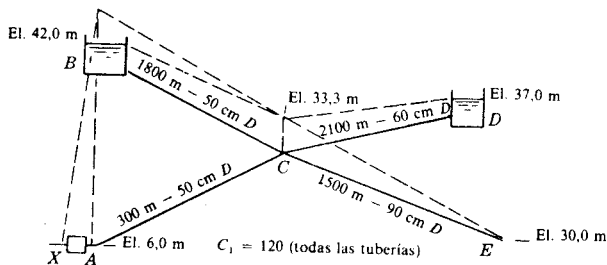

Fig. 8-19
40. En el sistema mostrado en la Fig. 8-19, a través de la tubería de 90 cm, circulan 900 l/seg. Determinar la potencia en CV de la bomba XA (rendimiento igual al 78,5 %) que da lugar a los caudales y elevaciones mostrados en la figura si la altura de presión en X es nula. (Dibujar las líneas de alturas piezométricas.) Sol. 272 CV